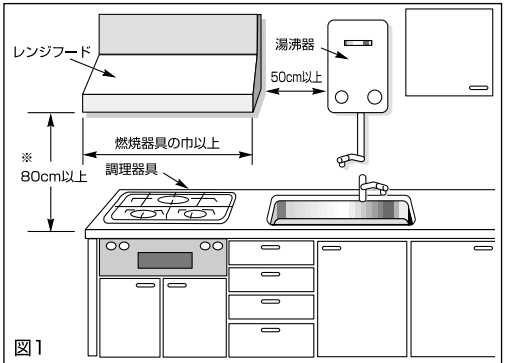

図1
- (4)湯沸器の上部は高温になるので、湯沸器の真上には取付けしないでください。（図1）